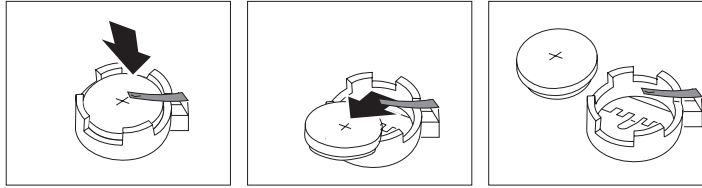

図 136. システム・ボードの CMOS バッテリーの取り外し
以下のステップを実行して、システム・ボード CMOS バッテリーを取り外します。482 ページの図 136 を参照してください。
4. 図 136 に示すように、1 本の指で、バッテリーの上のバッテリー・クリップを持ち上げます。